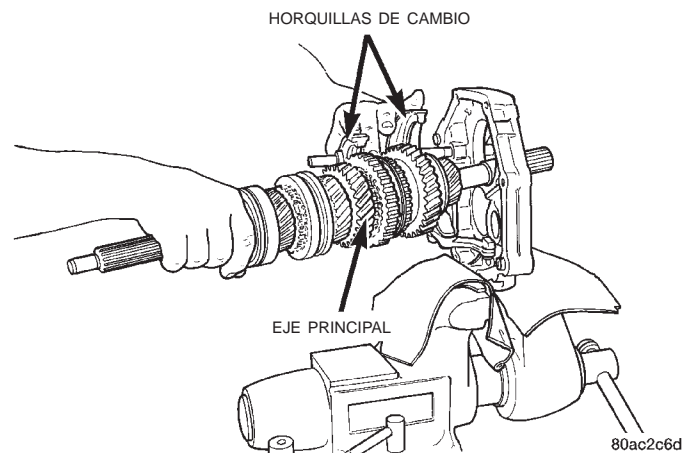

Fig. 63 Desmontaje del eje principal
(17) Retire el eje principal moviéndolo hacia adelante hasta que el cojinete trasero del eje principal quede separado de la placa intermedia y gire luego el eje principal hacia abajo para extraerlo de las horquillas de cambio (Fig. 63).